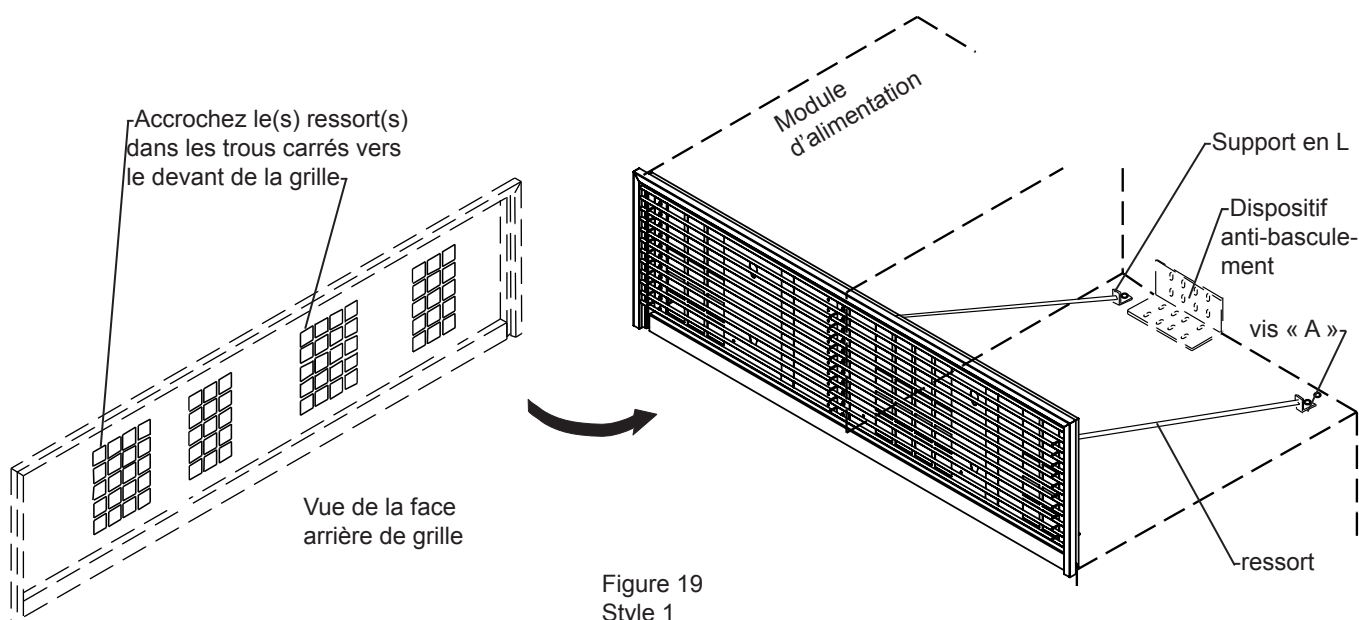

Figure 19
1. Enlevez la vis A du support de montage. Montez le support en L avec la vis A. Voyez la Figure 19.